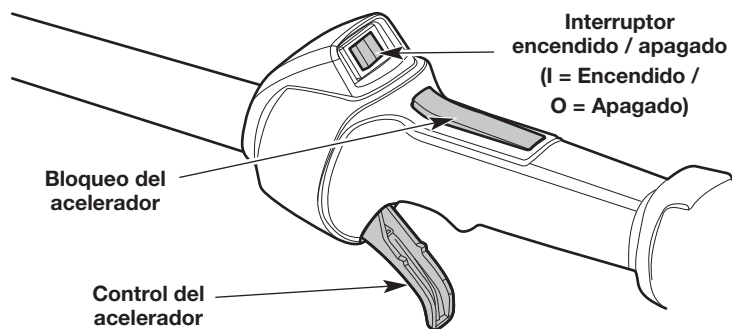

Fig. 5
NOTA: No es necesario encender la unidad. El interruptor de encendido/apagado está en la posición **Encendido (I)** en todo momento (Fig. 5).
NOTA: **NO** apriete el control del acelerador (Fig. 5) hasta el paso 6.
6. Oprima y mantenga apretado el bloqueo del acelerador (Fig. 5). Apriete el control del acelerador según sea necesario para el funcionamiento (Fig. 5).
2. Oprima y no suelte el interruptor de control de Encendido y Apagado en la posición **Apagado (O)** hasta que el motor se detenga por completo (Fig. 5).